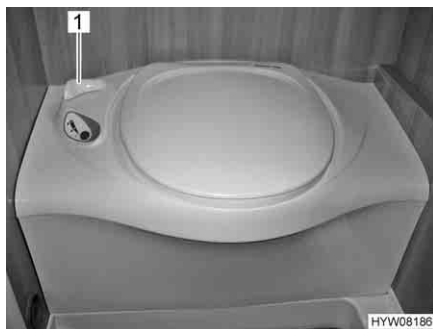

Fig. 133 Toilette Thetford
- Prima di tirare l'acqua, aprire il cursore della toilette Thetford. A tal fine ruotare la leva del cursore (Fig. 133,1) in senso antiorario.
- Dopo aver tirato l'acqua chiudere il cursore. Ruotare la leva del cursore (Fig. 133,1) in senso orario.